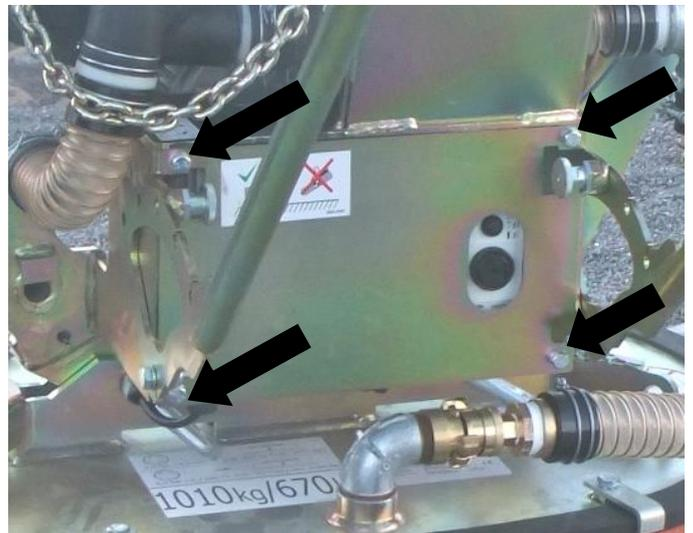

Fig. 10
- Pour cela, retirer les 4 vis (voir flèches  Fig. 10) du capot avant et brancher le chargeur sur les pôles + et - de la batterie.